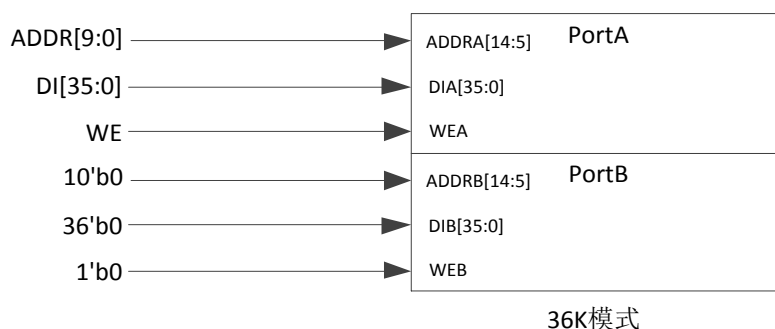

图 5-3 36K SP 模式的 36 bit 模式下 TW 和 RBW 模式端口信号配置
- 只使用其中一个端口进行读写, 另一端口写使能接 0, 读数据端口悬空, 如图 5-3